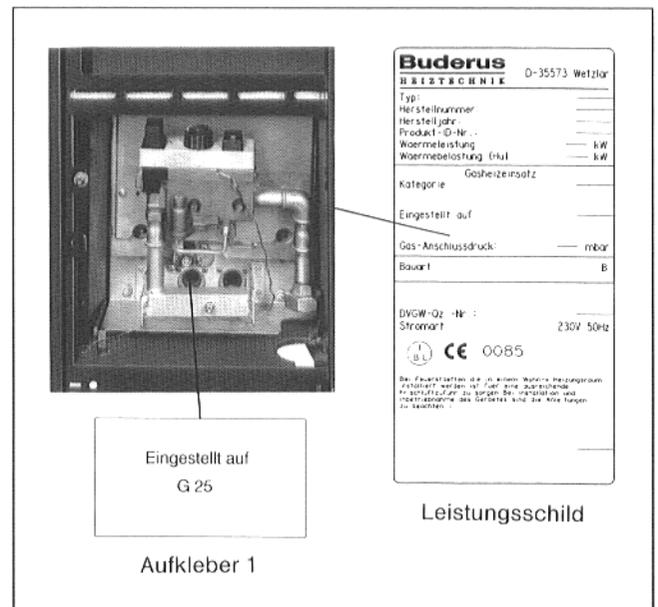

Abb. 6
- Aufkleber 1 auf den Gasverteilerbalken aufkleben (Abb. 6).
- Aufkleber 2 auf die vorgesehene Stelle des Leistungsschildes aufkleben (Abb. 6 + 6 a).
Abb. 6 a